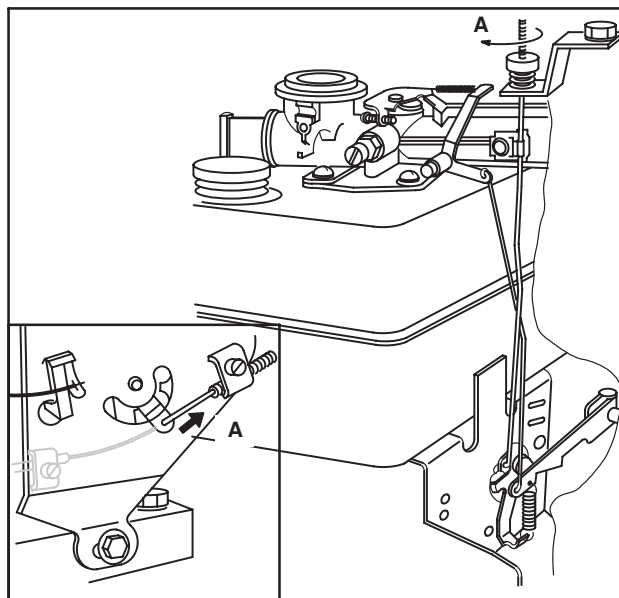

Fig. 56
Commande de régulateur standard. Tourner l'écrou supérieur dans le sens des aiguilles d'une montre comme indiqué (A) pour augmenter la vitesse. Vue détaillée : Le câble de la commande à distance se déplace comme indiqué pour augmenter la vitesse (A) Fig. 56.